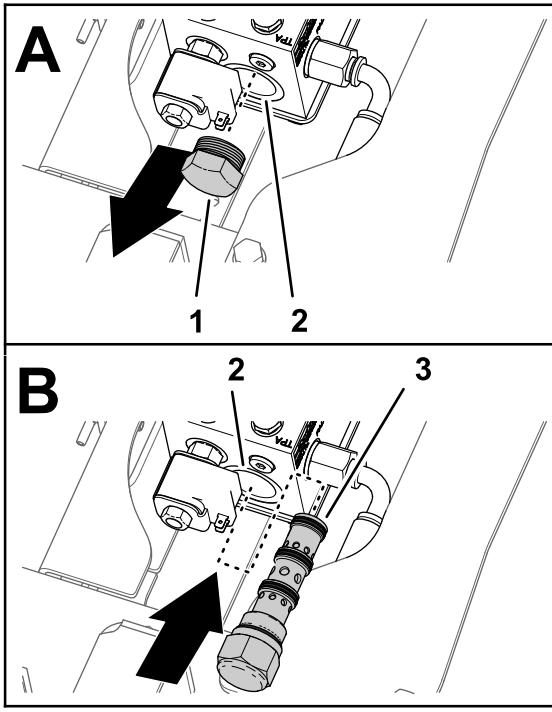

Figura 6
2. Rimuovete la spinta dalla porta sul lato sinistro del collettore di trazione (Figura 6).
3. Inserite la valvola del differenziale a slittamento limitato nel collettore di trazione e avvitate manualmente la valvola (Figura 6).